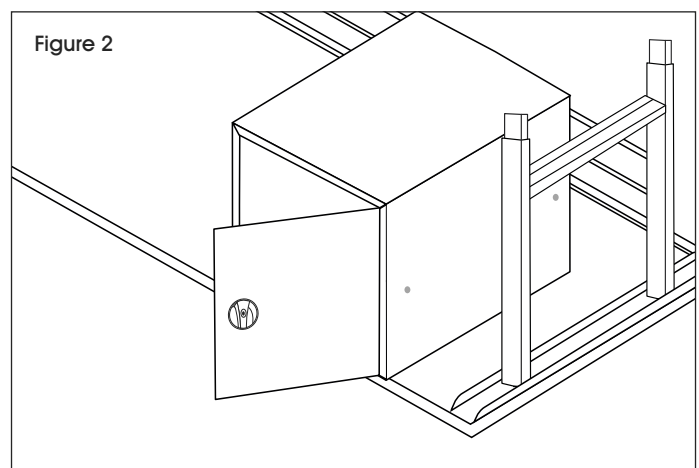

Figure 2
1. Turn the packing table over. Open the cabinet. Using a 7/16" wrench and Phillips screwdriver, remove adjustable shelf by unscrewing four screws. Position the cabinet in the desired location. Use the cabinet as a template to mark the location of four holes for wood screws on the underside of the top. Using 5/32" drill bit, drill holes into the wood top about 1/2" to 3/4" deep. (See Figure 2)
2. Attach the cabinet to the top using four wood screws. (See Figure 2)
1. Retournez la table d'emballage à l'envers. Ouvrez le cabinet. À l'aide de la clé de 7/16 po et du tournevis cruciforme, retirez la tablette ajustable en dévissant les quatre vis. Placez le cabinet à l'endroit désiré. Servez-vous du cabinet en tant que modèle afin de marquer l'emplacement des quatre trous pour les vis à bois sur la face inférieure de la table. À l'aide d'une mèche de perceuse de 5/32 po, percez dans la surface en bois des trous d'environ 1/2 po à 3/4 po de profondeur. (Voir Figure 2)
2. Fixez le cabinet à la surface en utilisant quatre vis à bois. (Voir Figure 2)